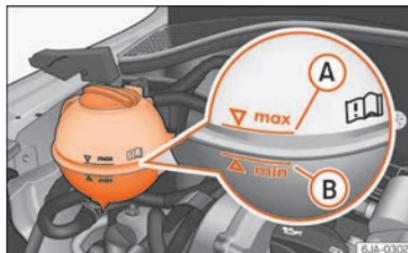

Abb. 245 Motorraum: Kühlmittel-Vorratsbehälter
– Prüfen Sie den Kühlmittelstand am Kühlmittelausgleichbehälter »» **Abb. 245**. Der Kühlmittelstand muss bei kaltem Motor zwischen den Markierungen **(B)** (min.) und **(A)** (max.) liegen. Bei warmem Motor kann er auch etwas über der Markierung **(A)** (max) liegen.
- Legen Sie einen Lappen auf den Deckel des Kühlmittelausgleichbehälters » Abb. 245 und schrauben Sie den Deckel **vorsichtig** ab.
Füllen Sie das Kühlmittel nicht über die Marke **A** (max.) » Abb. 245! Überschüssiges Kühlmittel wird bei Erwärmung durch das Überdruckventil im Verschlussdeckel des Kühlmittelausgleichbehälters aus dem Kühlsystem gedrückt.